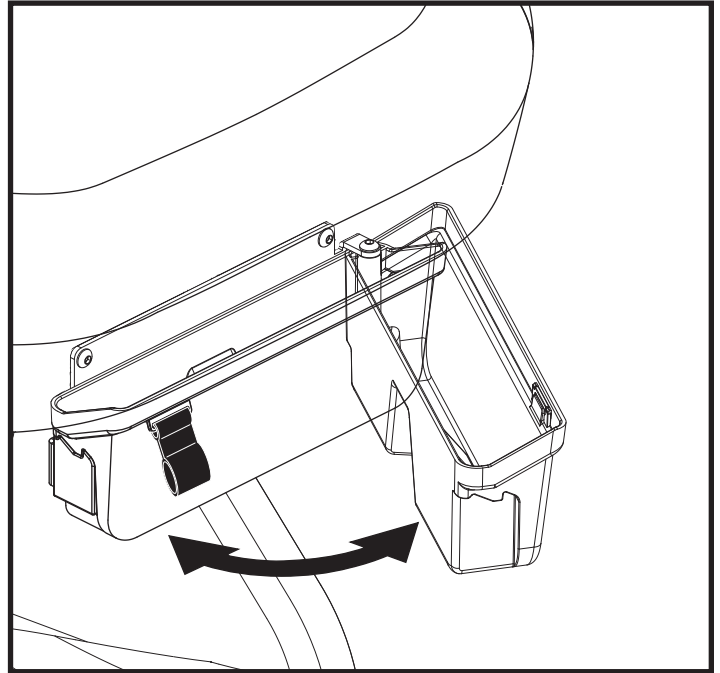

Bild 9. Abschwinkbares Speicherfach
2. Schwenken Sie das Ablagefach in die offene Position. **Siehe Bild 9.**
1. Öffnen Sie das Ablagefach, indem Sie den Ablagegriff nach oben und nach außen ziehen. **Siehe Bild 9.**
3. Entfernen Sie die zwei Schrauben aus der Lagerhalterung. **Siehe Bild 9.**